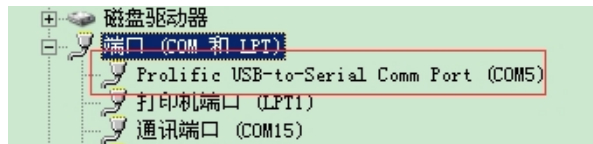
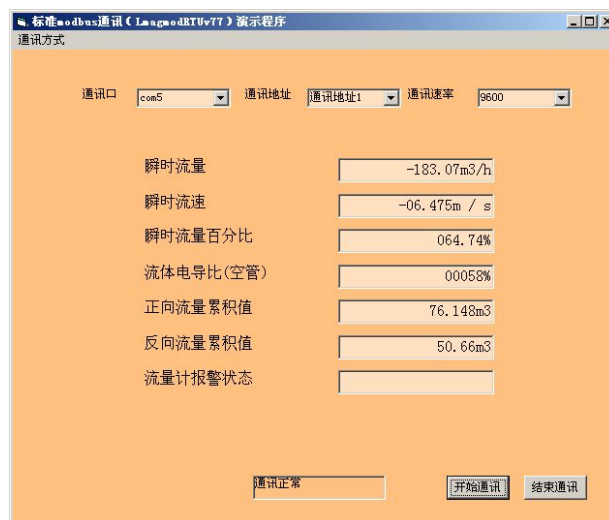

图 5-1 COM 口提示
图 5-2 测试软件通讯成功图
2. 用 USB（或 232）转 485 口连接计算机和流量计（连接成功后可以在我的电脑→属性中找到 COM 口号，如图 5-1 所示）。
3. 双击  图标打开软件，调整波特率为 9600，通讯地址为 1，COM 与图 5-1 相同。设置完成后单击“开始通讯”。通讯成功画面如图 5-2 所示。